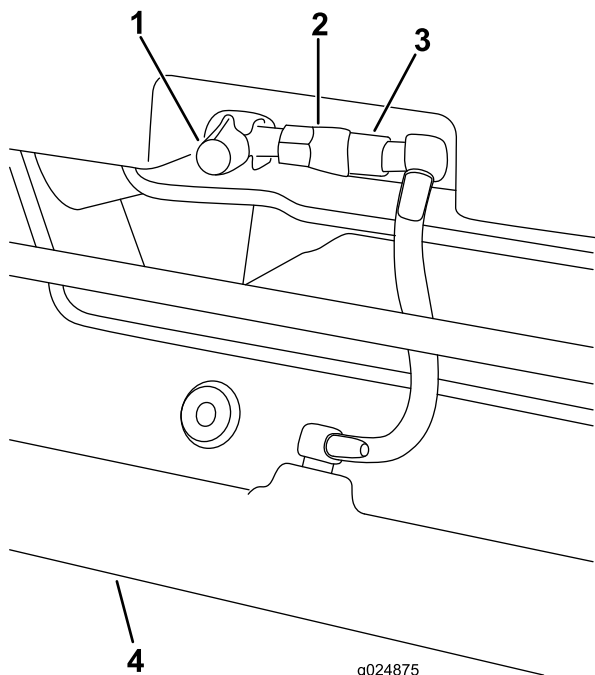

Figura 10
3. Compruebe el colector del aspersor (Figura 10) y retire cualquier suciedad o residuo.
1. Desconecte el acoplamiento de la válvula (Figura 10).